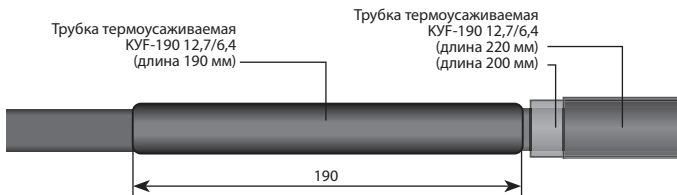

Рис. 19
7.9. На полученное соединение надвинуть поочередно три термоусаживаемые трубки КУФ-190 12,7/6,4 (длина 190 мм) и КУФ-190 12,7/6,4 (длина 200 мм и 220 мм) – см. рис. 19, 20, 21 и термоусадить каждую из них воздушным термопистолетом (при температуре +350 °С в течении 1,5–2,5 минут).